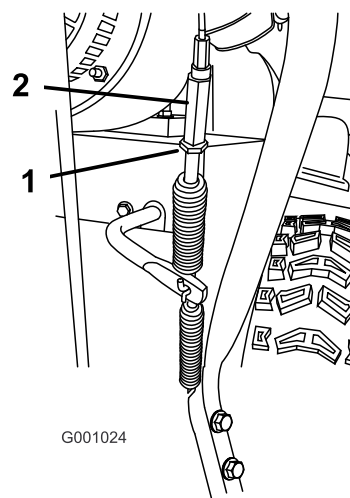

Figure 50
6. Desserrez ou serrez le tendeur de réglage de la tension du câble (Figure 50).
5. Desserrez l'écrou de blocage (Figure 50).